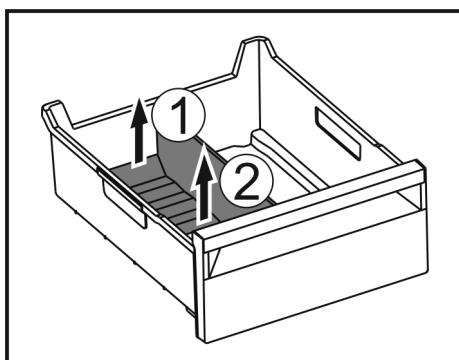

Fig. 145
- Zdvihnite zadnú časť oddelovača zásuvky na ľad. Fig. 145 (1)
- Odoberte oddelovač zásuvky na ľad nahor. Fig. 145 (2)